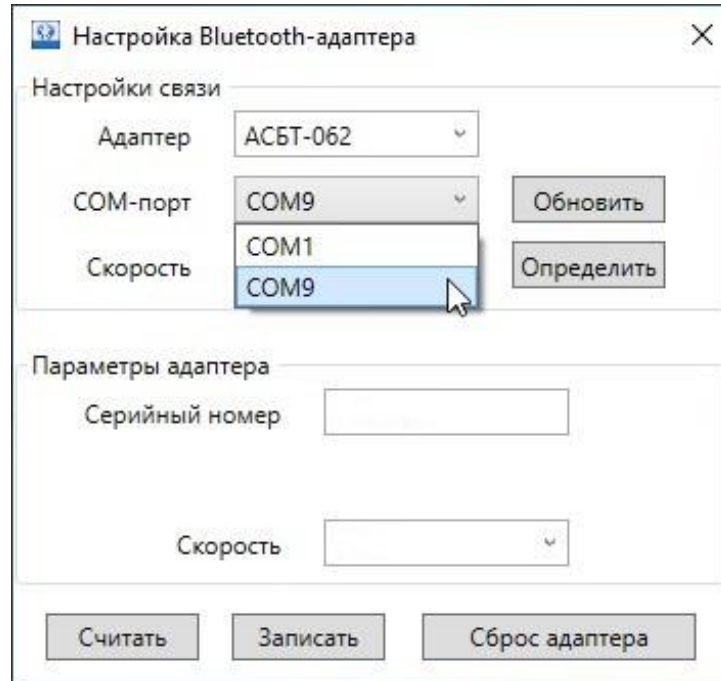

Рис.7. Выбор COM-порта для связи с адаптером.
3.3.6. В поле **COM-порт**, из раскрывающегося списка выберите COM-порт, соответствующий номеру порта USB-COM моста адаптера ПК и нажмите кнопку **Определить** (рис.7). Должно появиться всплывающее окно **Адаптер Взлет АС найден**, затем нажмите кнопку **ОК** (рис.8).